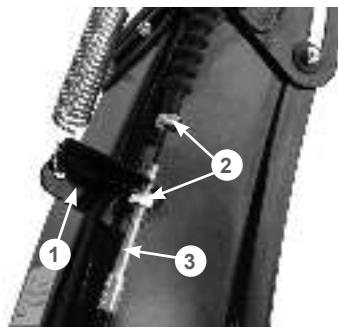

Рис. 21 Установка оболочки троса управления дефлектором жёлоба
- скрутите крайнюю гайку 2 с регулировочной муфтой 3 троса и позвольте ей свободно болтаться на тросе (Рис. 21);
- одной рукой максимально наклоните дефлектор жёлоба вперёд, а второй рукой проденьте трос через прорезь в кронштейне 1, после чего вставьте регулировочную муфту троса в отверстие в кронштейне 1 (Рис. 21). Гайки крепления оболочки троса после этого должны оказаться по разные стороны кронштейна, как показано на Рис. 21. Закрутите гайки, не затягивая их;